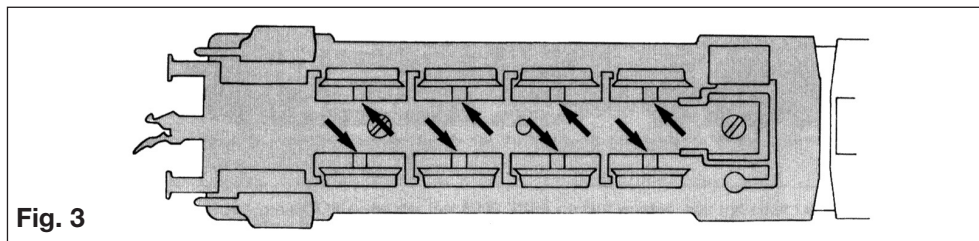

Fig. 3
Geölt werden Lagerstellen und Getriebe nur an den gekennzeichneten Lagerstellen (Fig. 3, 4 und 6).
**Lubrication:** The bearings and gear-box need only be lightly oiled at the bearing points marked (Fig. 3, 4 and 6). Only use **FLEISCHMANN-oil 6599**. Only put a tiny drop in each place (→), otherwise it will be overoiled. An applicator needle is located in the cap of the oil bottle for your use.
**Graissage :** Les supports et les engrenages doivent être huilés uniquement aux endroits indiqués (Fig. 3, 4 et 6). N'utilisez que l'huile **FLEISCHMANN 6599**. Une seule goutte par point à lubrifier (→), afin d'éviter tout excès. L'aiguille montée dans le bouchon du petit flacon convient parfaitement à cet usage.
**Oliën**: De lager en de aandrijving hoeven alleen op de aangegeven plaatsen geolied te worden (Fig. 3, 4 en 6). Alleen **FLEISCHMANN olie 6599** gebruiken. Een klein druppeltje per smeerpunt (➡) is heus voldoende, anders wordt de zaak te vet. Voor en juiste dosering het spuitje gebruiken dat wordt bijgeleeverd in het olieflēsjes.
**Lubrificazione**: Dei supporti e l’ingranaggio vengono lubrificati solo nei punti contrassegnati dei supporti (Fig. 3, 4 e 6). Utilizzare solo olio **FLEISCHMANN 6599**. Usare soltanto una piccola goccia per ogni punto di oliatura (➡), altrimenti si rischia di oliare troppo. Per il dosaggio utilizzare l’ago di cui è provvisto il tappo di chiusura del flacone dell’olio.